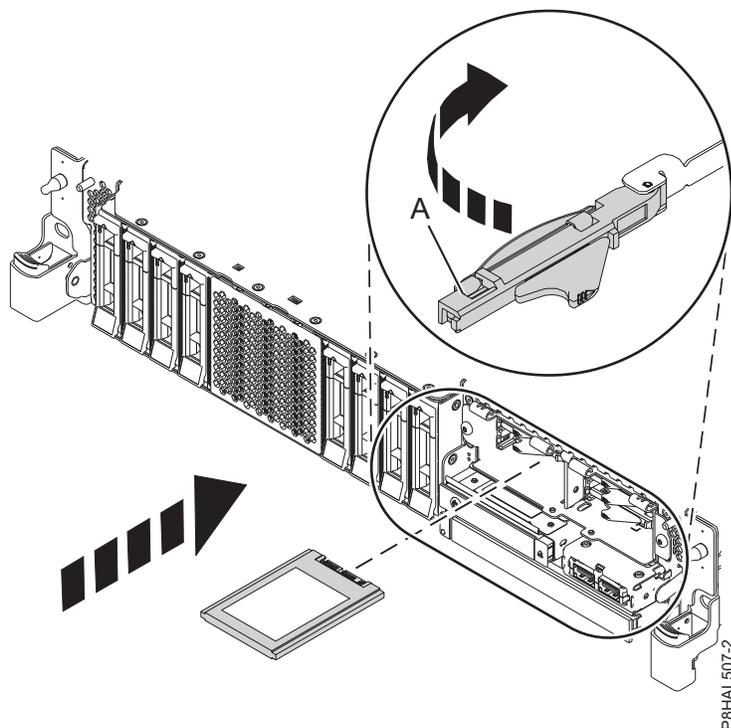

Figura 16. Instalar uma unidade SSD num sistema de função expandida
15. Com a pega do compartimento de unidade de SSD (A) na posição desbloqueada, puxe a alavanca para fora para ter acesso às calhas na ranhura de SSD. Apoie a parte inferior da SSD à medida que a alinha com as calhas na ranhura de SSD. Consulte Figura 16 na página 21.
19. Bloqueie a unidade ao rodar a pega do compartimento (A) na direcção demonstrada em Figura 16 na página 21.